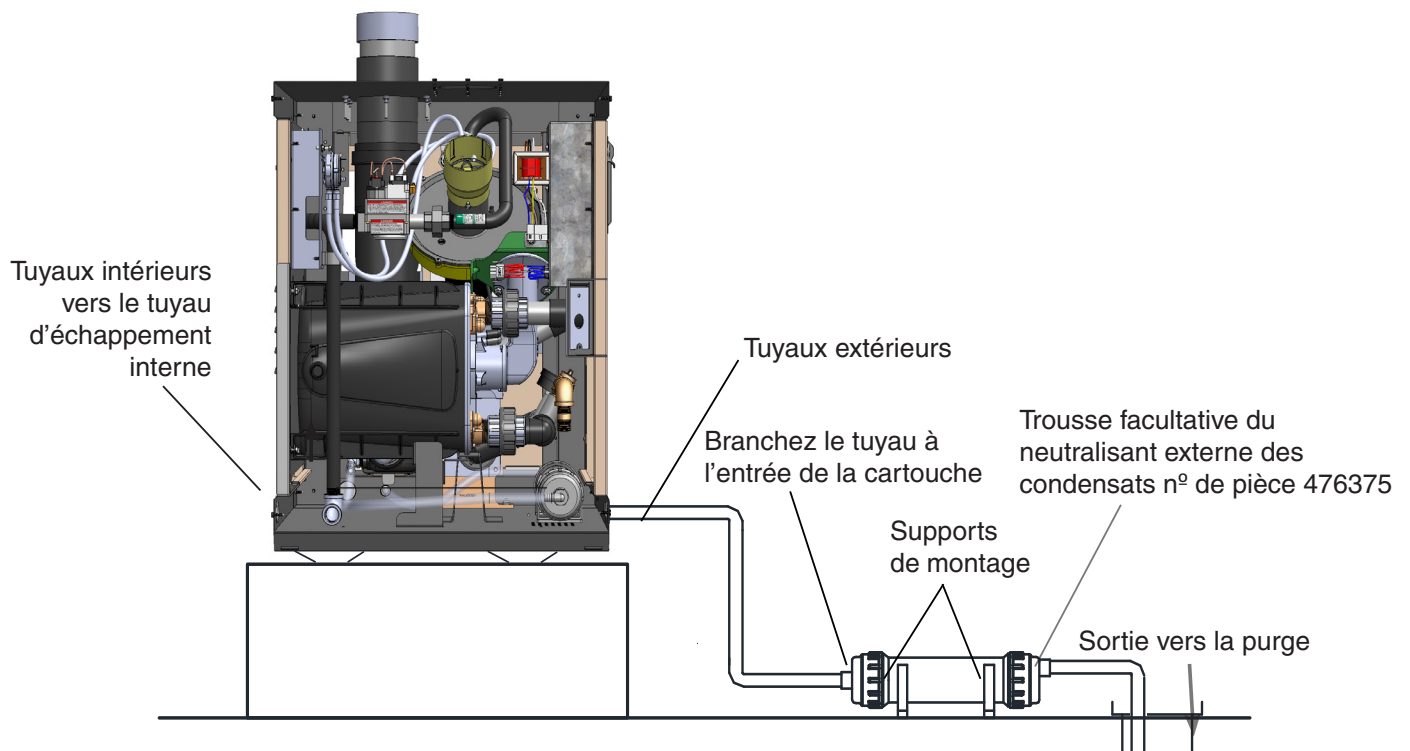

Figure 32. Cartouche de neutralisation externe pour l'installation intérieure du chauffe-piscine
4. **Installation intérieure du chauffe-piscine (Figure 32, consulter page suivante) :** Fixer la cartouche de neutralisation des condensats sur le sol, près du côté du chauffe-piscine. S'assurer que le tuyau passe par le support avant de laisser le chauffe-piscine se connecter à la cartouche. Cela permet de s'assurer qu'il y a un siphon pour le gaz de combustion.